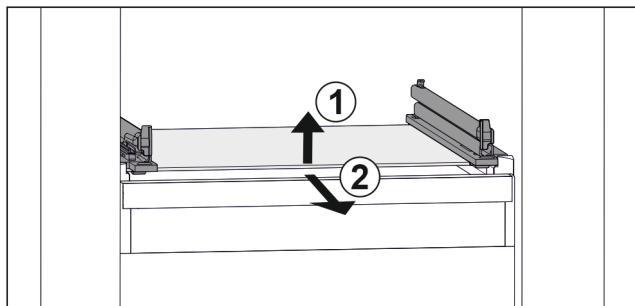

Fig. 82 Rappresentazione esemplificativa del ripiano in vetro
- Sollevare il ripiano in vetro dal davanti. Fig. 82 (1)
- Rimuovere il ripiano in vetro tirando in avanti. Fig. 82 (2)